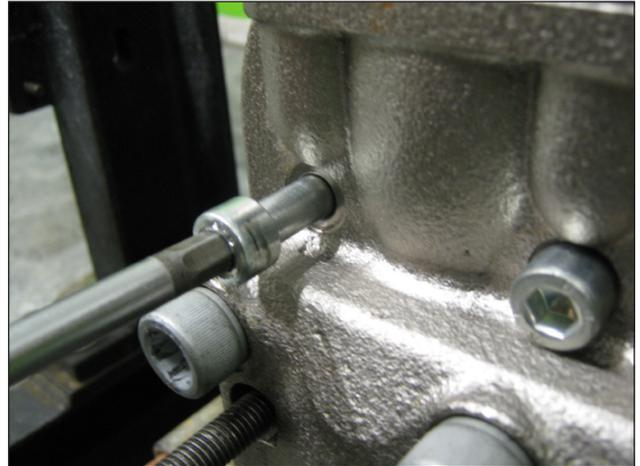

Abb. 25
A) Lösen Sie die Befestigungsschrauben des Kopfs M10x110 gemäß (Abb. 25).